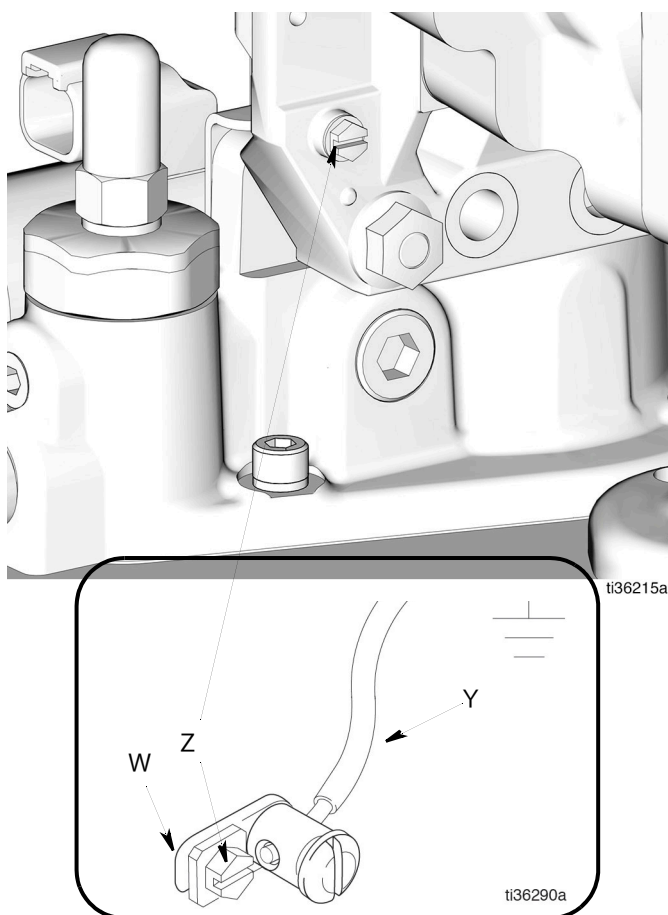

图 1
泵接地：拆下泵底座背后的接地螺丝 (Z)，将其插入，穿过接地线 (Y) 端头处环端子 (W) 的孔眼。将接地螺丝 (Z) 固定回泵上并拧紧。将接地导线 (Y) 的另一端连接到地表面(图 1)。要订购接地线和线夹，请订购零件号为 222011 的零部件。